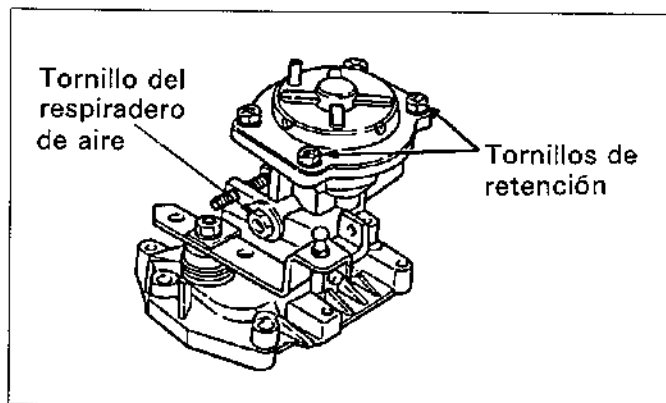

Figura.12-39 Cubierta del regulador con D.A.C.
(1) Para las bombas VE equipadas con D.A.C., extraiga la cubierta sacando los cuatro tornillos de retención. Con la cubierta extraída, el fuelle pueden sacarse elevándolos de la varilla de empuje. (Vea la figura.12-39)
(2) Extraiga los pernos de soporte del enlace y presione el pasador de soporte para sacarlo. Luego, extraiga el tornillo del respiradero de aire de la cubierta del regulador y extraiga el pasador de conexión. Con el pasador de conexión extraído puede extraerse la varilla de empuje y el resorte de varilla de empuje. Desenrosque la guía del pasador de conexión y extraiga su empaquetadura. Ahora, extraiga el buje de guía de la varilla de empuje y la contratuerca del buje de guía desenroscándolos. (Vea la figura.12-39)